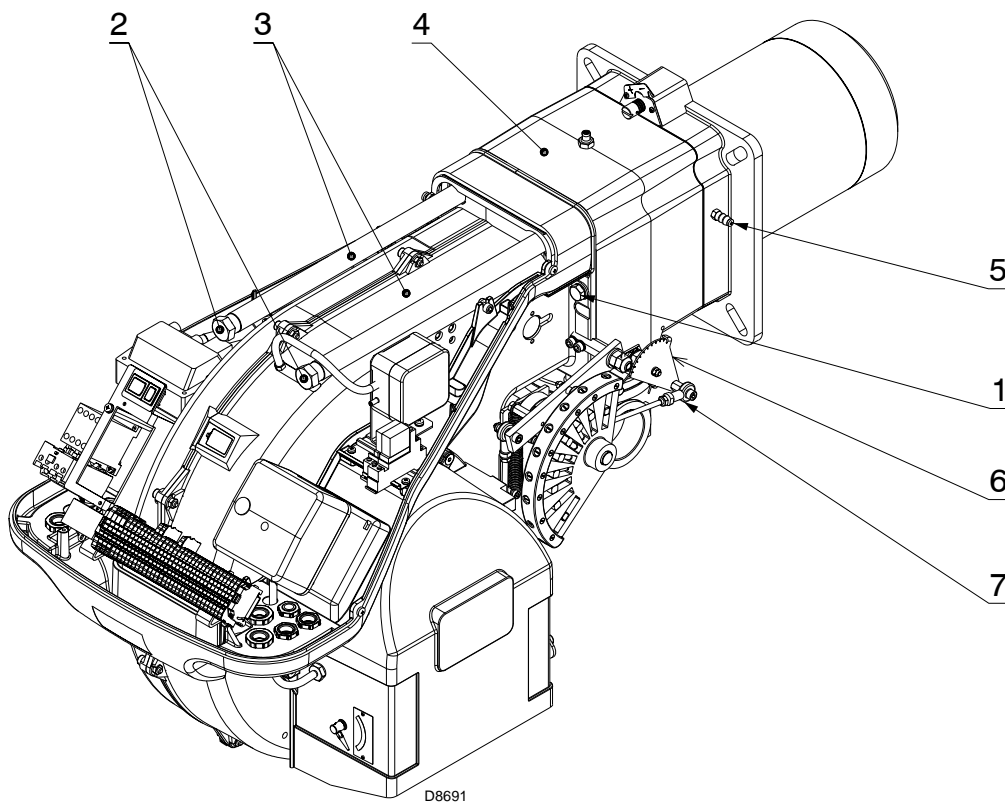

图 17
- 连接探针和电极电缆，然后将燃烧器滑动至离管路连接点最远处，直至达到图 17 所示位置；